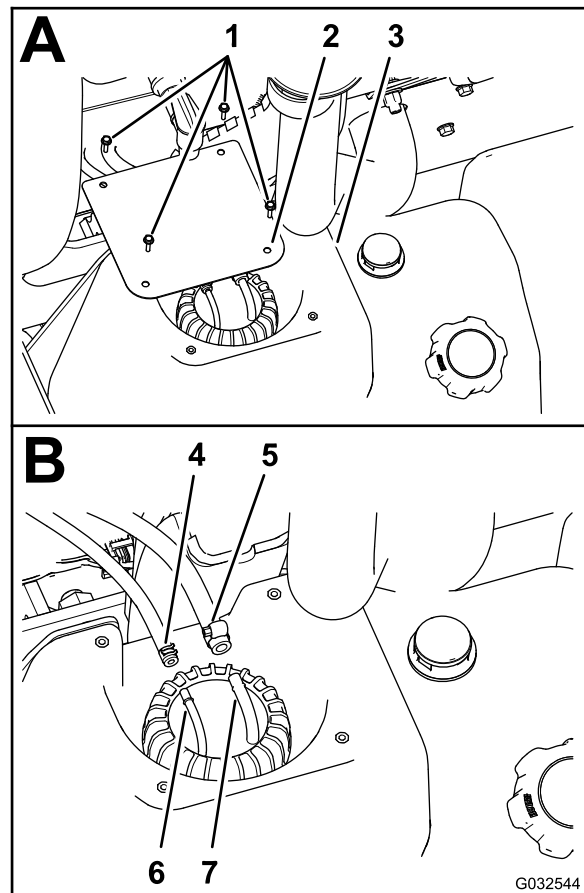

Figure 76
2. Sur le réservoir de carburant, retirez les 4 vis (n°10 x 3/4") qui fixent le couvercle au sommet du réservoir et déposez le couvercle (Figure 76).
3. Desserrez les colliers qui retiennent les 2 flexibles de carburant sur les 2 raccords au sommet du tuyau vertical (Figure 76).
4. Débranchez les 2 flexibles des raccords et vidangez le carburant dans un bidon homologué (Figure 76).
- Branchez le flexible de carburant de 6,4 mm au raccord de 6,4 mm et fixez-le en place avec le collier (Figure 76).
- Branchez le flexible de carburant de 8 mm au raccord de 8 mm et fixez-le en place avec le collier (Figure 76).